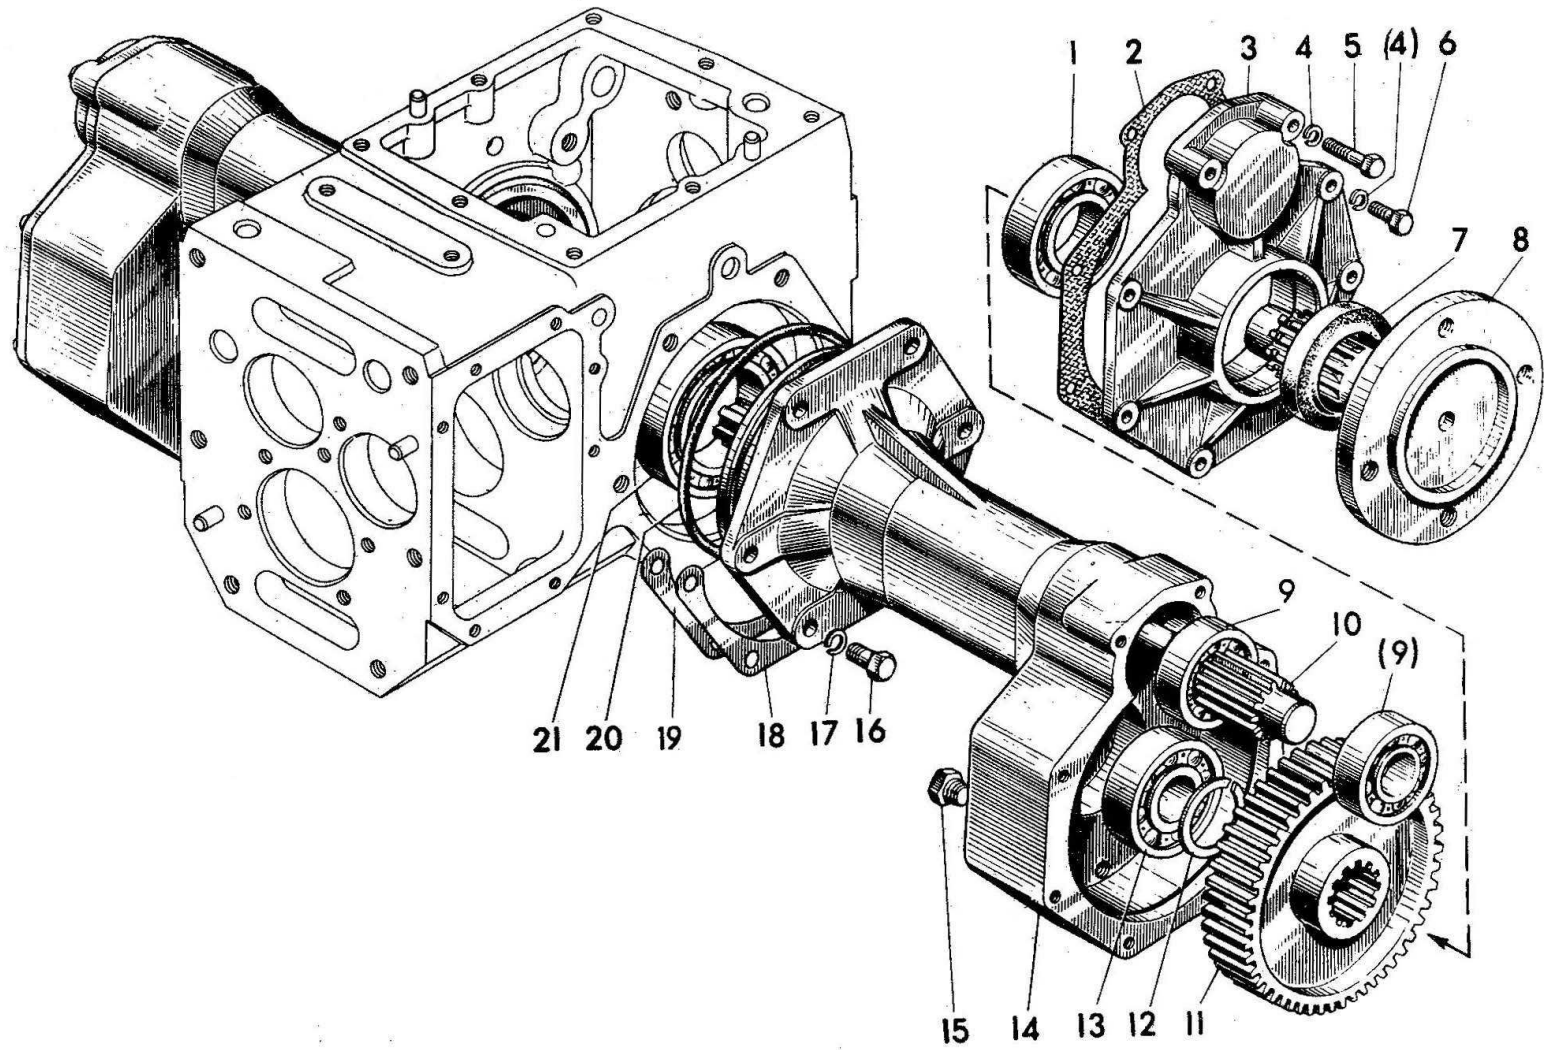

Рисунок 7 – Передача конечная
**05-2407. Передача конечная (рисунок 7)**